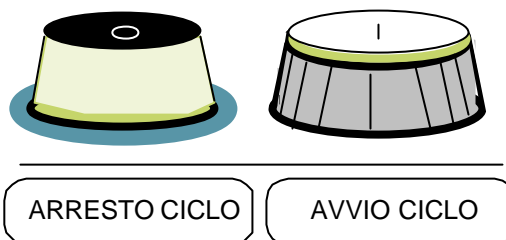

fig. 2
3.1.1. pulsanti	<p>Le pulsantiere di comando devono:</p> <ul style="list-style-type: none">• avere colorazione e simbologia adeguata, in allegato 1 si riportano alcuni esempi;• avere targhette identificatrici con le scritte in lingua italiana;• essere provvisti di dispositivi atti ad evitare l'avviamento accidentale (incassati, protetti con schermo, altro), fig. 2.